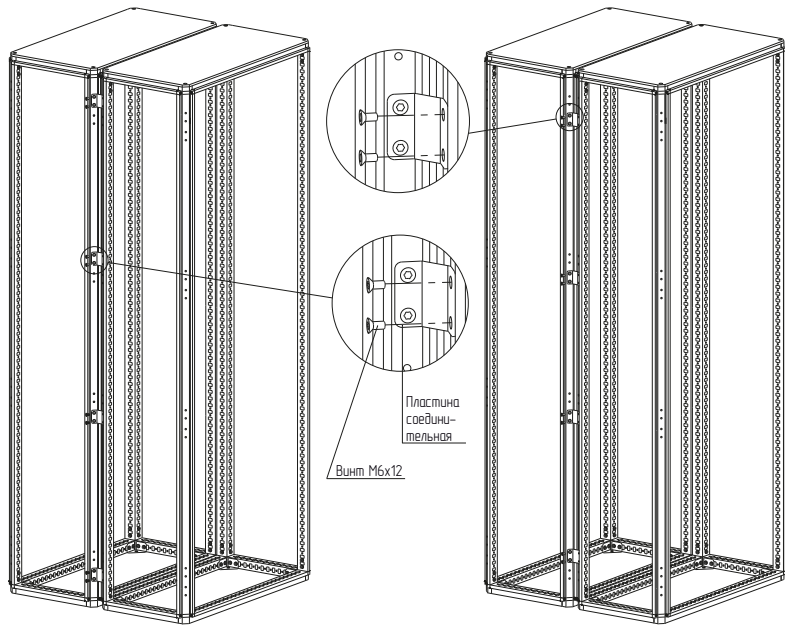

Рисунок 1
4.1.2 Закрепить пластину соединительную на нужной высоте к стойкам каркасов винтами самонарезающими М6×12 (рисунок 1). Момент затяжки – 7 Н·м.